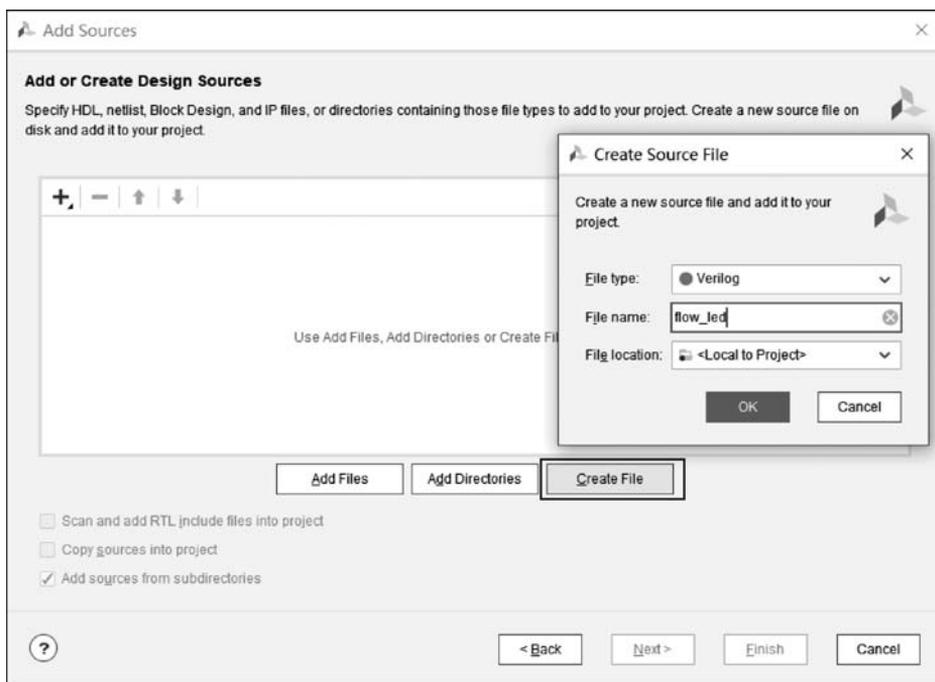

图 3.11 创建源文件
(3) 在图 3.11 中单击 Create File 按钮,在弹出的 Create Source File 对话框中输入 File name 为 flow\_led,单击 OK 按钮。